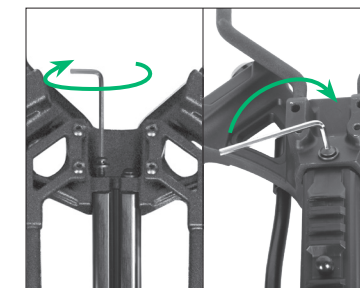

FIGURE 5
1c Glissez le riser (Fig. 2) (Partie 18) dans le fût. Installez et serrez les vis de branche (3) (Fig.5), à l'aide de la petite clé hexagonale.